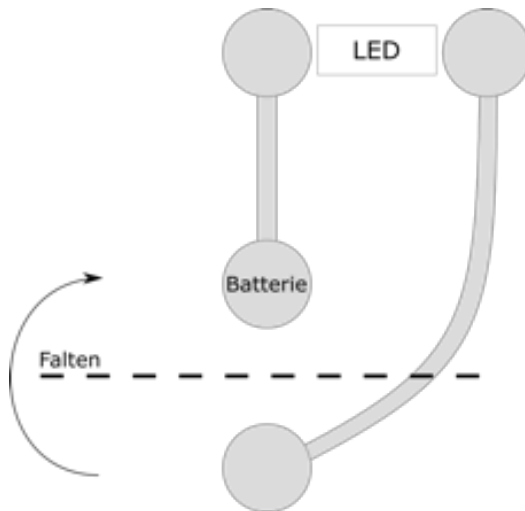

Bild 1
- a. Zeichne mit dem Circuit-Scribe-Stift das abgebildete Layout (Bild 1) auf ein weißes Blatt Papier und lass die Farbe kurz trocken. Hinweis: Vor dem Benutzen muss der Stift gut geschüttelt werden. Achte auf den Abstand der Kontakte für das LED-Element. Die Leiterbahnen sollten 1-2 Millimeter breit sein.